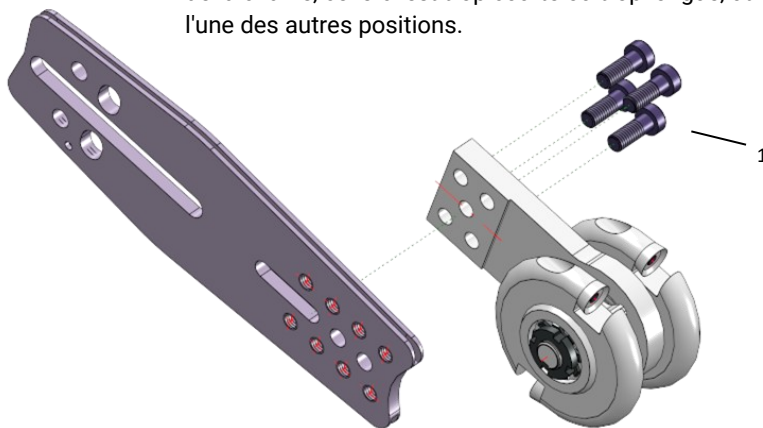
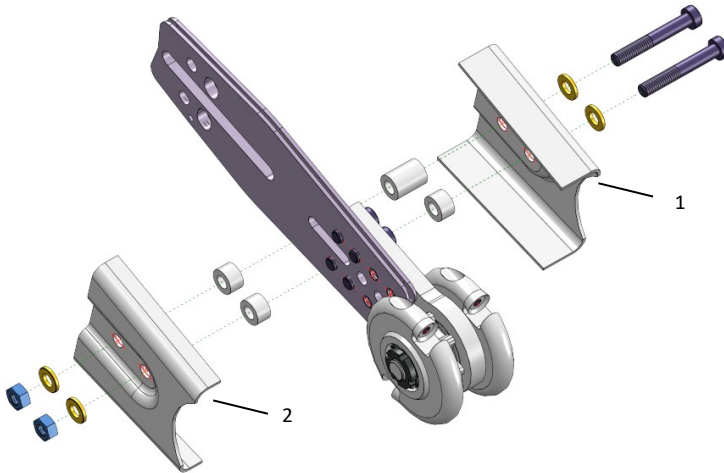

Fig. 7. Montage de la fraiseuse à bois ETH-C-Mini
Fig. 8. Montage des tôles de protection
- Montez la fraiseuse à bois à l'aide des 4 vis à tête cylindrique (1- Fig 7). Pour la plupart des scies, la position des deux trous centraux est la bonne. Si, lors de la tension de la chaîne, celle-ci est trop courte ou trop longue, utilisez l'une des autres positions.
- Pour le montage des tôles de protection, il faut d'abord insérer deux vis à tête cylindrique M6 avec rondelles dans la tôle de protection gauche (1- Fig. 7). Montez ensuite les douilles d'écartement du côté intérieur de la tôle de protection. La douille plus longue est placée sur la vis côté scie. La tôle de protection avec les vis peut alors être reliée à la fraiseuse à bois par les trous du bloc de palier et du guide-chaîne. Après avoir mis en place les deux douilles d'écartement courtes et posé la tôle de protection droite (2- Fig. 8), serrez les écrous hexagonaux. (écrou SW 10, vis SW 5).